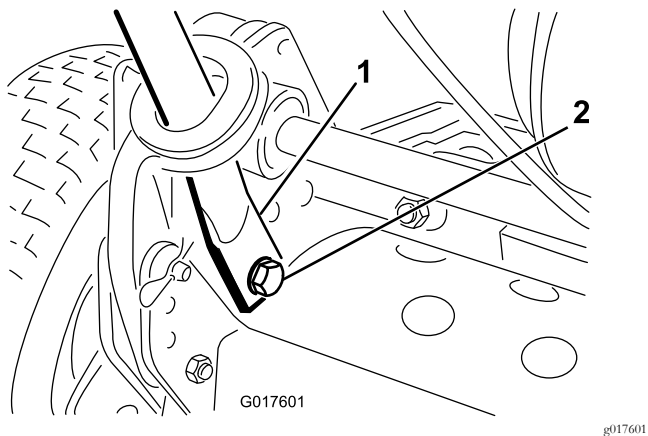

图3
4. 向内挤压手柄端部并将其安装到安装销上图3。
5. 用之前卸下的螺栓、垫圈和锁紧垫圈将手柄端部固定到安装销上图3。
6. 用之前卸下的发卡销和环形销将手柄臂固定到机架后部图3。